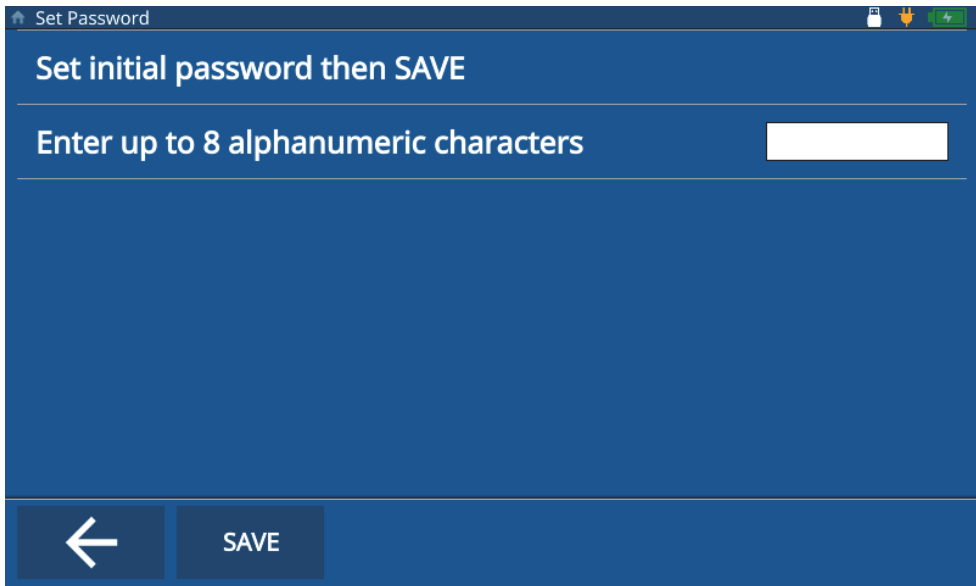

Figura 8-2 Schermata Set Password
5. (operazione opzionale) Toccare **Set PWD** (definisci PWD), inserire una password e toccare **Save** (salvare) [vedi Figura 8-2 a pagina 77].